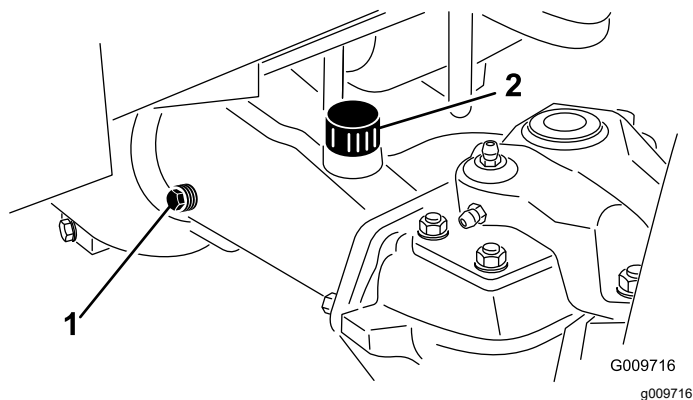

Figura 106
2. Retire o tampão de verificação de uma extremidade do eixo e certifique-se de que existe lubrificante até ao fundo do orifício (Figura 106).